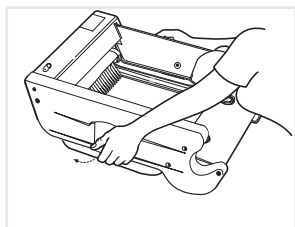
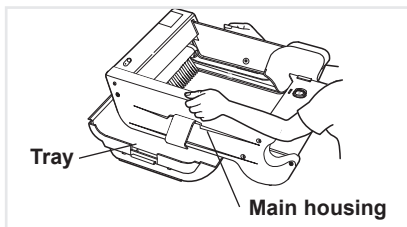

Fig. 8a
Fig. 8b
- Relever les loquets des deux côtés de l'appareil, puis soulever le bac à litière (Fig. 8a) pour le retirer du boîtier principal (Fig. 8b).